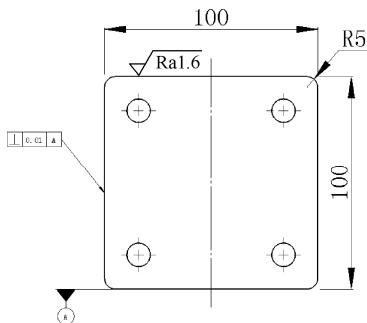

图 12-66 添加几何公差
12) 添加几何公差。设置完成后, 移动光标到需要添加形位公差的位置单击即可完成标注, 单击 $\checkmark$  (确定) 按钮, 即可在图中添加形位公差符号, 如图 12-66 所示。